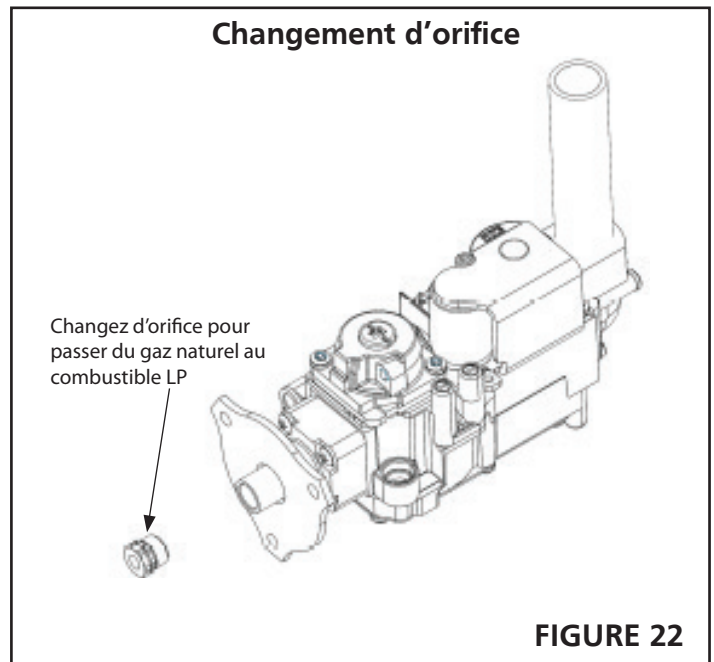

FIGURE 22
4. Une fois que l'assemblage de la soupape a été retiré, remplacez le bec pour gaz naturel par le bec LP en utilisant la « clé 13 ». Consultez les Figures 22 et 21. Le bec est fourni par Heatstar. Vérifiez la taille de l'orifice dans le tableau 1.